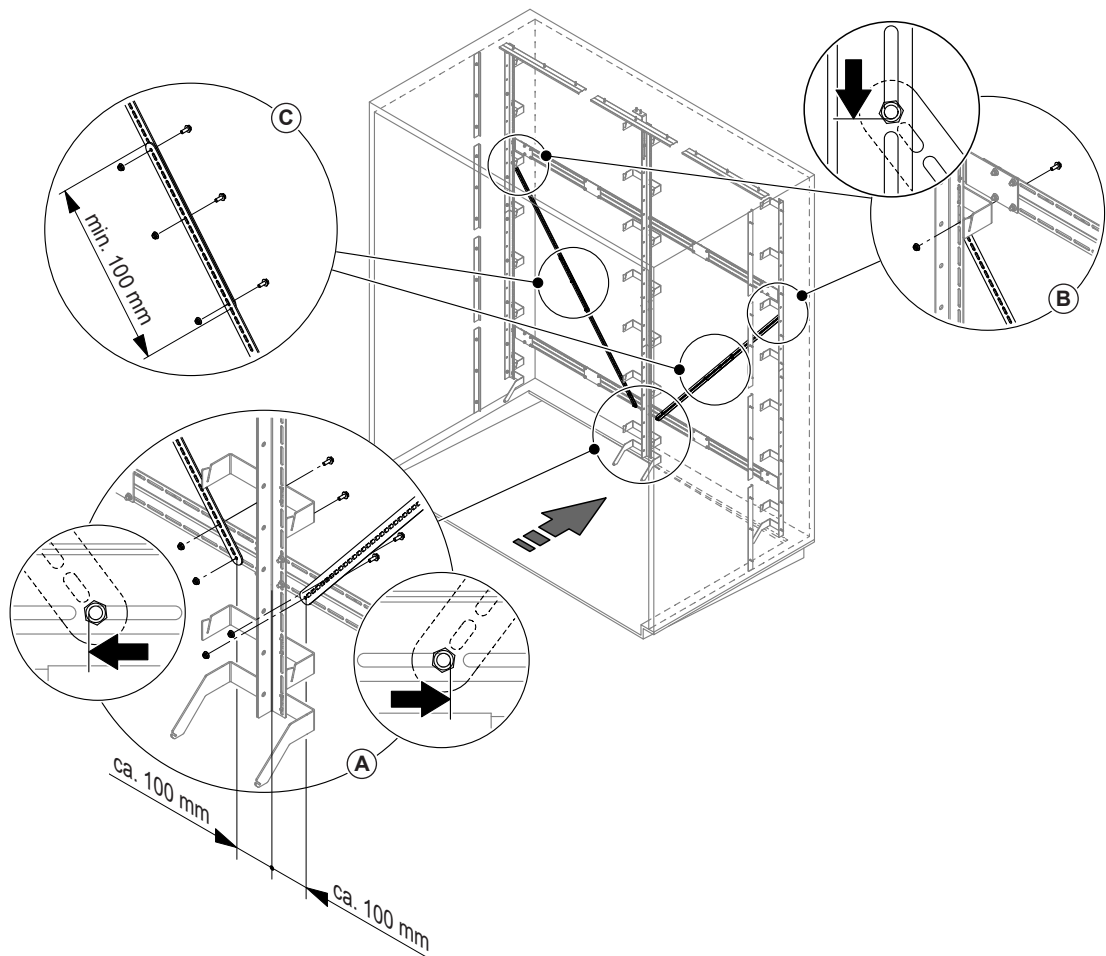

Fig. 14: Diagonaalsteunen monteren
- Eerst de onderste diagonaalsteunen op een afstand van ca. 100 mm van het midden van de verticale steun aan de voorkant (in stroomrichting gezien) met een schroef M6 x 16 mm en moer (meegeleverd) in de overeenkomstige gleuf in de onderste rij aan de dwarsdrager bevestigen. Daarna de onderste diagonaalsteunen in de gleuf van de dwarsdrager tot het uiterste toe naar links resp. naar rechts schuiven en de schroefverbindingen licht vastdraaien (zie detail A in Fig. 14).
- De bovenste diagonaalsteunen aan de achterkant (in stroomrichting gezien) met een schroef M6 x 16 mm en moer (meegeleverd) zo aan de zijwaartse draagprofielen en de middelste verticale steun (alleen bij ventilatiekanalen/ventilatiesystemen met een beschikbare breedte van >4.500 mm) bevestigen dat de overlapping met de bovenste en onderste diagonaalsteunen minstens 100 mm bedraagt (zie detail B en C in Fig. 14). Daarna de bovenste diagonaalsteunen tot het uiterste toe in de gleuf naar beneden schuiven en de schroefverbinding licht vastdraaien.
- De bovenste en onderste diagonaalsteunen overlappen en met drie schroeven M6 x 16 mm en moeren (meegeleverd) bevestigen (zie detail C in Fig. 14).
- Ten slotte de onderste diagonaalsteunen met een tweede schroef M6 x 16 mm en moer (meegeleverd) in de bovenste rij van de gleuf aan de dwarsdrager bevestigen (zie detail A in Fig. 14) en alle schroefverbindingen aan de diagonaalsteunen vastdraaien.